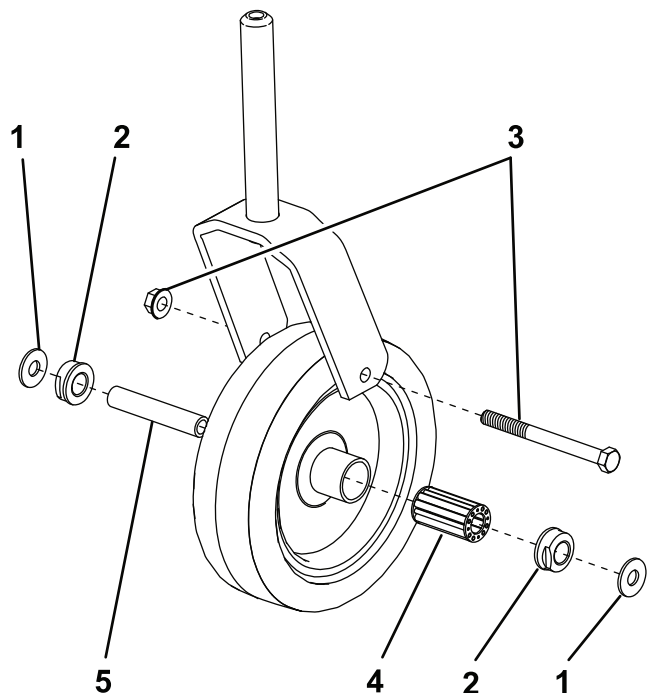

Figura 26
1. Retire a porca de bloqueio e parafuso que fixa a roda giratória e duas anilhas entre a forquilha da roda giratória (Figura 26).
2. Empurre o casquilho da barra de ligação para fora do cubo da roda (Figura 26).
3. Retire o rolamento do cubo da roda e deixe cair o espaçador do rolamento (Figura 26). Retire o casquilho do lado oposto ao do cubo da roda.